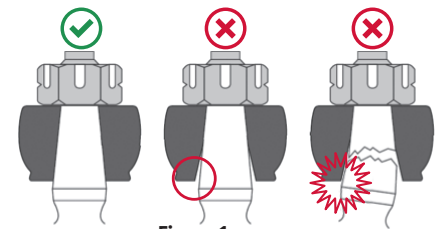

Figura 1
- Si descubre una junta esférica doblada o floja, debe reemplazar el muñón. Si existe deformación, una condición fuera de redondez o daño en las superficies de contacto ahusadas del muñón de dirección, debe reemplazar las partes. **Vea la Figura 1.**